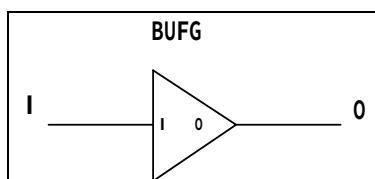

图4-80 BUFG 示意图
- (3) BUFG 即全局缓冲，它的输入是 IBUFG 的输出，BUFG 的输出到达 FPGA/CPLD 内部的 IOB、CLB、Block Select RAM 的时钟延迟和抖动最小。图 4-80 所示为 BUFG 示意图。